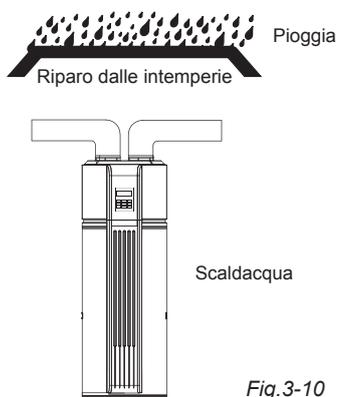

Fig. 3-10
- Se l'apparecchio è collegato a un condotto che raggiunge l'esterno, è necessario impermeabilizzare il condotto per evitare che l'acqua penetri all'interno dell'apparecchio (Fig. 3-10).